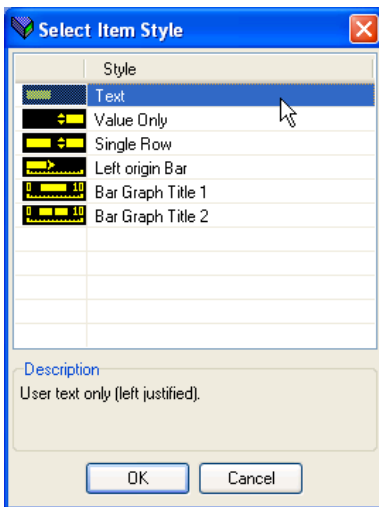

Figure 7.8.1a Fenêtre de sélection du style
2. Double-cliquez sur l'une des cellules dans « Promouvoir une liste de paramètres » pour afficher la fenêtre « Sélectionner le style de l'élément » (figure 7.8.1a).